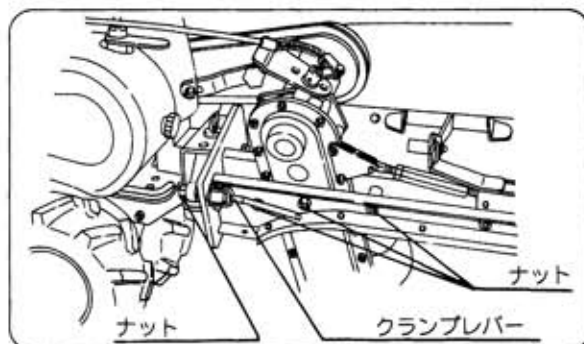

図17
- ② クランプレバーでロータリ本体を固定します。（図17）
- ③ シャーシフレームを締付けてある3ヶ所のナットをゆるめてください。（図17）